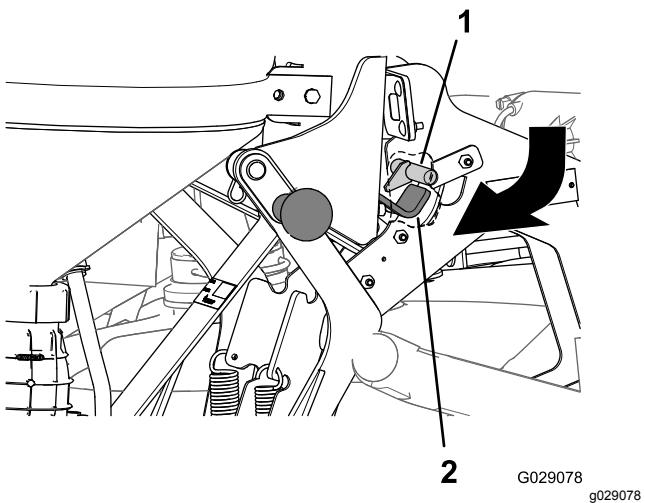

Рисунок 38
- Потяните рукоятку эдуктора наружу и вниз, чтобы крюк защелки на внутренней стороне опорной пластины отсоединился от штока защелки основной опорной рамы в сборе (Рисунок 38).